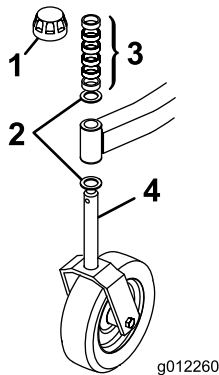
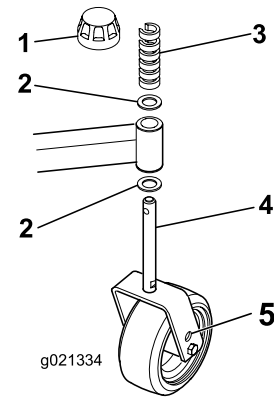

Bild 2
Bild 3
1. Nehmen Sie die Spannkappen von den Spindelwellen ab, und schieben Sie die Distanzstücke und Druckscheiben von der Wellen (Bild 2 Bild 3).